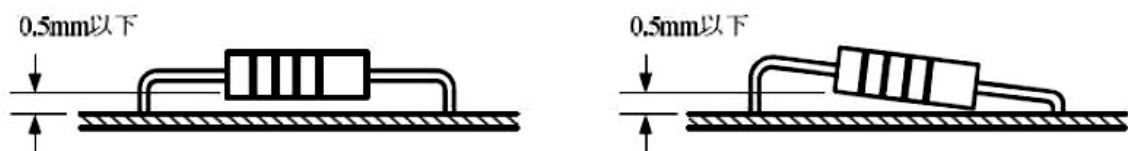
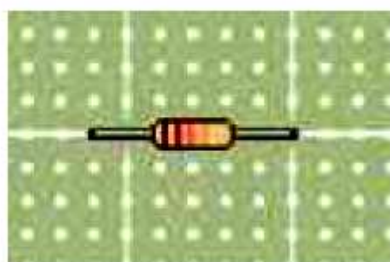
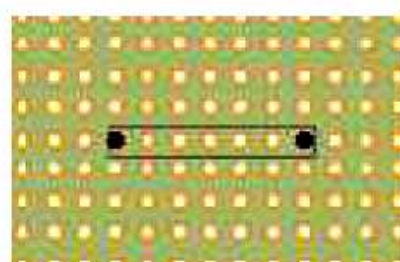

図5 部品の浮き上がり
図6 部品面
図7 ハンダ面
(1) 設計製作回路（設計回路図を含む）の部品の取り付け
- ① 基板への部品の取り付け方向は、以下を基準とする。向きが異なる場合は減点対象となる。
- ② 炭素皮膜抵抗器、スズメッキ線は、ユニバーサル基板にほぼ密着させて取り付けること。なお、浮き上がり限界は、図5に示すとおりとする。また、抵抗の取り付けピッチは6ピッチとする。（図6・図7参照）